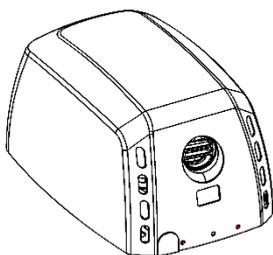

Рисунок 1.
- Сушилка для рук поставляется с корпусом, который соединяется с основанием без использования винтов (Рисунок 1).